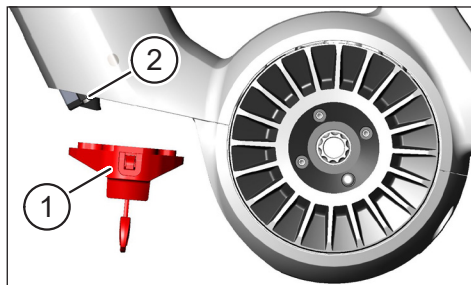

Fig. 12: Retirer le verrou de batterie
- ▶ Retirez le verrou de la batterie (voir pos. 1 dans Fig. 12).
Tenez en même temps la batterie d'une main (voir pos. 2 dans Fig. 12), pour vous assurer qu'elle ne tombe pas du tube inférieur.